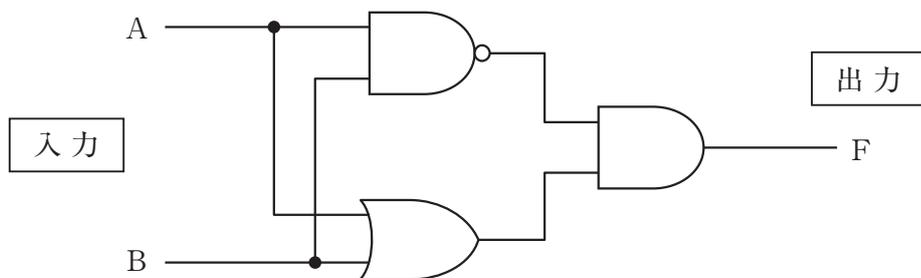

図1
(2) 図1の論理回路において、入力(A, B)に対する出力Fを表す式として正しいものを1~5から一つ選べ。解答番号は